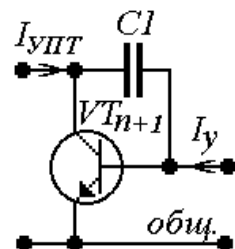

Рис.15. Вариант 2
$$U_{K_{n+1}} = U_{2ном} + \sum_{l=1}^n U_{БЭ_l}, \text{ для рис. 15, 16.} \quad (31)$$
$$R_{\text{вхУ}} = r_{\text{вх}_{n+1}}, \text{ для рис. 15, 16.} \quad (44)$$